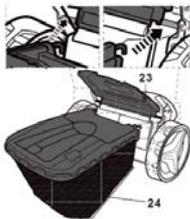

Fig. 6
Ouvrir le déflecteur arrière (23), le maintenir en position et retirer l'insert de paillage (32), puis aligner les crochets du collecteur d'herbe (24) sur les axes pour y accrocher le collecteur (Fig. 6).